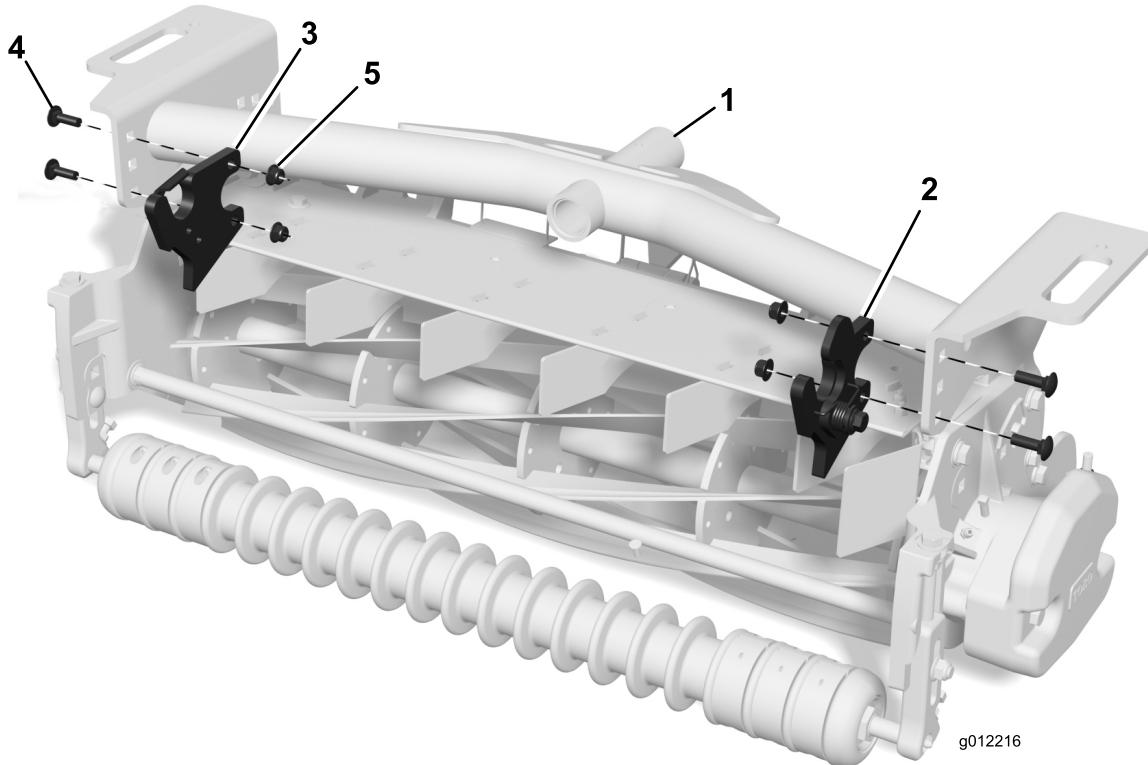

Figura 4
3. Monte um guia no interior da extremidade direita de cada estrutura de carroçaria com 2 parafusos de carroçaria (5/16 pol. x 1 pol.) e porcas flangeadas (5/16 pol.) como se mostra na Figura 4.
carroçaria (5/16 pol. x 1 pol.) e porcas flangeadas (5/16 pol.) como se mostra na Figura 4.